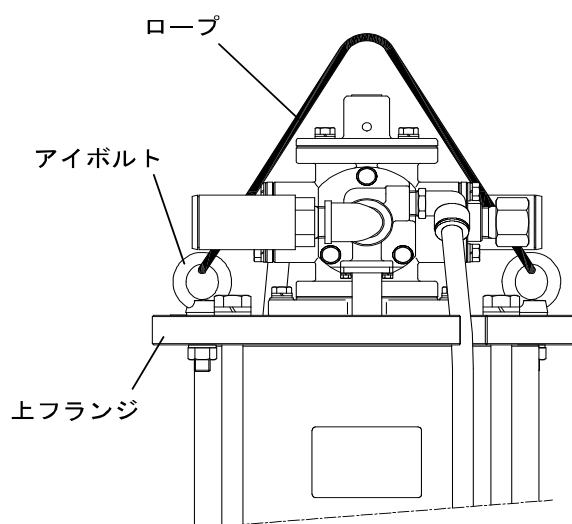

Fig.5 吊り上げ例
- Fig.5 のようにアイボルトなどを通し、十分な強度のロープなどを架けて吊り上げてください。